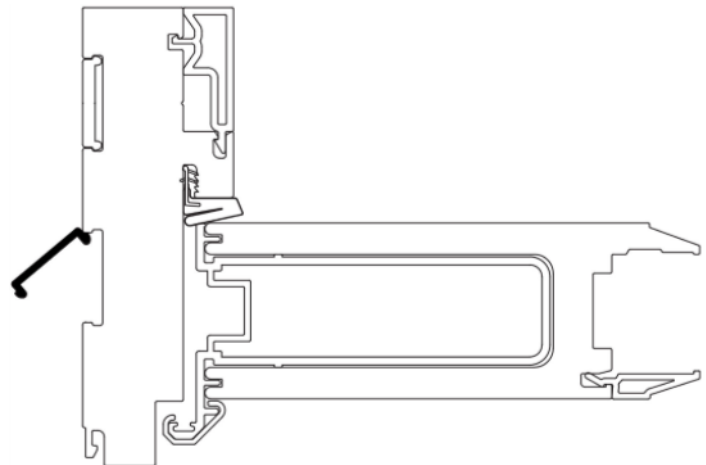

Figura 9
- 2. Ubique** la cubierta negra de la cerradura e instálela en el canal extruido de la jamba de la cerradura (figura 9). Una vez instalada, la cubierta de la cerradura se extenderá a lo largo de toda la jamba, cubriendo completamente todos los orificios de la cerradura.